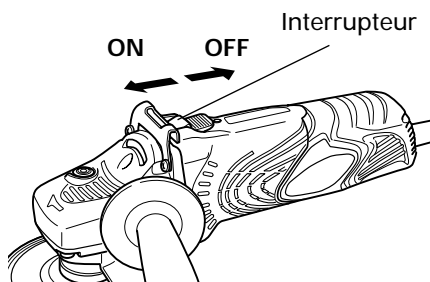

Fig. 3
2. Mettre la meuleuse sous tension (Fig. 3).